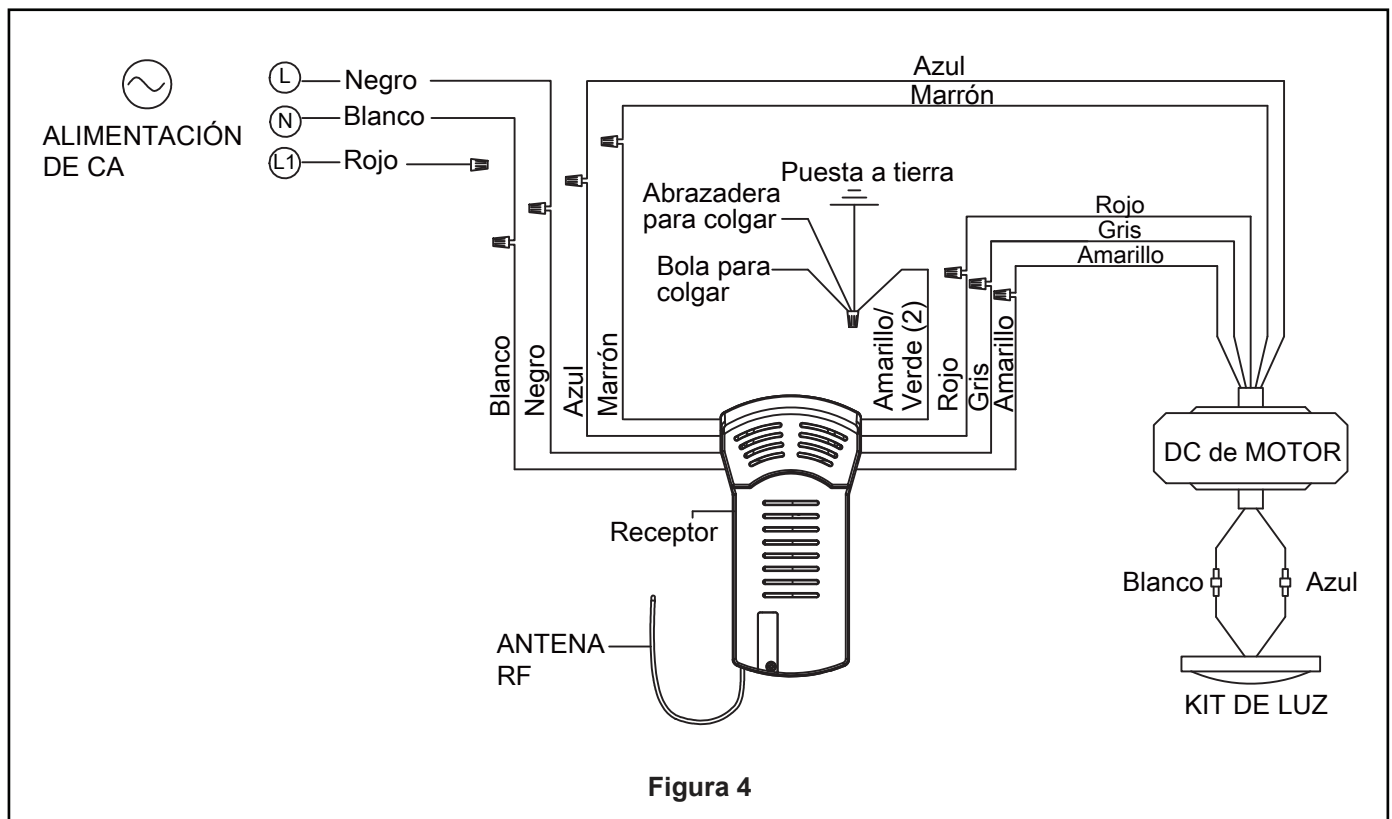

Figura 4
4. Coloque el soporte de la varilla y alinee los orificios de la clavija de horquilla en ambas piezas. Instale la clavija de horquilla y asegúrela con la pinza de horquilla. Instale los set de tornillos con tuercas en el soporte de la varilla. Fije con seguridad el set de tornillos con el destornillador y luego fije bien las tuercas con una llave hexagonal. (Figura 4)
4. Levante cuidadosamente el ventilador y coloque el ensamble de la bola para colgar/varilla en la abrazadera para colgar que acaba de fijar a la caja de salida. Asegúrese de que la ranura de la bola esté alineada con la lengüeta de la abrazadera para colgar. (Figura 4)
5. Fije el cable de seguridad al cable de soporte para techo. Deslice la abrazadera de cables por el cable de seguridad (del ventilador). Pase el extremo del cable a través del aro que forma el cable de soporte para techo. Tire lo más posible del cable a través del aro. Inserte el extremo del cable en el orificio de la abrazadera y ajuste firmemente el tornillo. (Figura 4)
3. Realice las conexiones de cables al bloque del terminal como se muestra en la Figura 4.
4. Si desea instalar el kit de iluminación, sátese este paso. Instale la cubierta del cable del kit de iluminación en la ensamble de la placa de iluminación usando las dos ranuras con clave. Sustituya el tornillo extraído y fije bien los tres tornillos. (Figura 4)
4. Para que el ventilador sea funcional, instale las pilas (incluidas) de 3V CR2032 en el transmisor del mando a distancia. Mientras el ventilador esté apagado. A continuación, siga el proceso de fijación remota de código. Si no se utiliza el ventilador durante un largo periodo de tiempo, extraiga la batería para evitar cualquier daño al transmisor. Almacene el mando a distancia en un lugar alejado del calor o la humedad excesiva. (Figura 4)